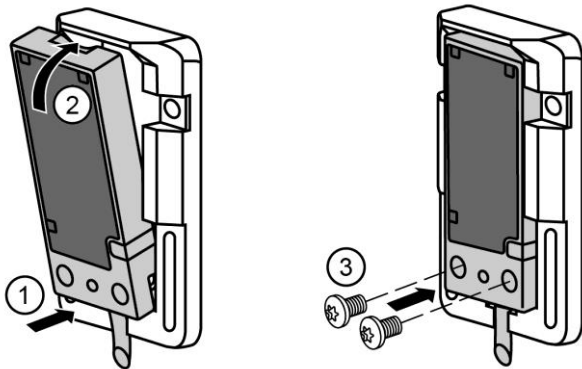

Abb. 7: Näherungsschalter einsetzen
- ➔ Näherungsschalter in den Halter erst unten, dann oben vollständig einsetzen (siehe Abb. 7). Aktive Sensorfläche muss in Richtung Salzlöse- und Vorratsbehälter zeigen. Auf passenden Sitz des Näherungsschalters im Halter achten!